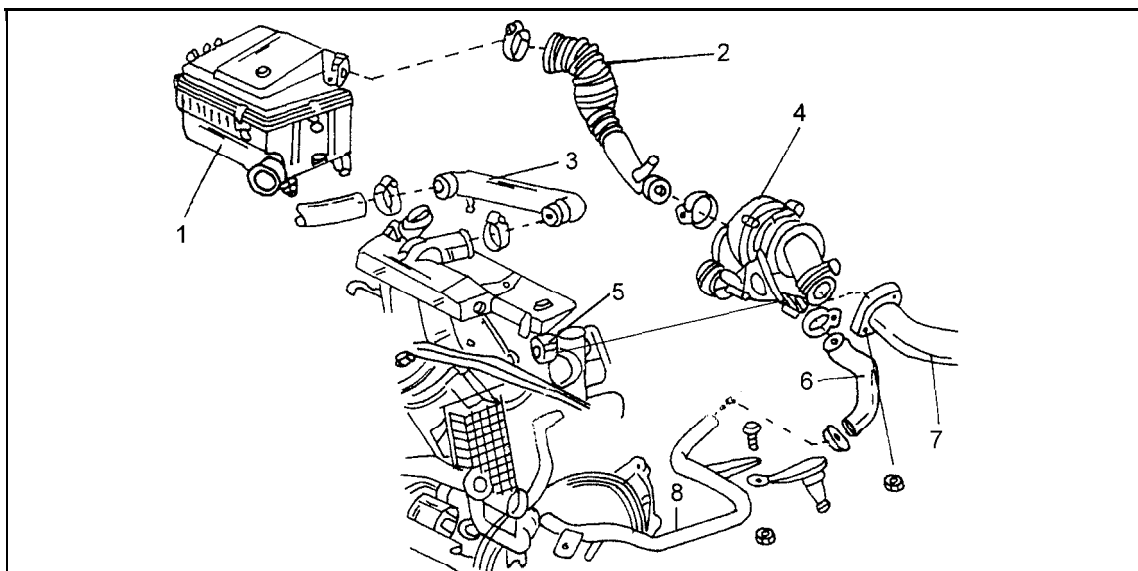

Bild 233
- Das Luftansaugrohr (2), das obere Ladeluftrohr (3), den Ladeluftschlauch (6) und den unteren Ladeluftschlauch (8) nach Lösen der einzelnen Schlauchschellen abziehen.
- Das vordere Auspuffrohr (7) vom Abgasturbolader abschrauben.
- In der Nähe der Ölwanne die in Bild 233 gezeigten Teile ausbauen, d.h. die Schrauben (2) aus dem Zylinderblock herausdrehen, die Ölrücklaufleitung (1) mit der Verbindungsleitung herausnehmen, und den Dichttring (3) sowie die Dichtung (4) abnehmen. Die Abdichtungen müssen beim Einbau erneuert werden.